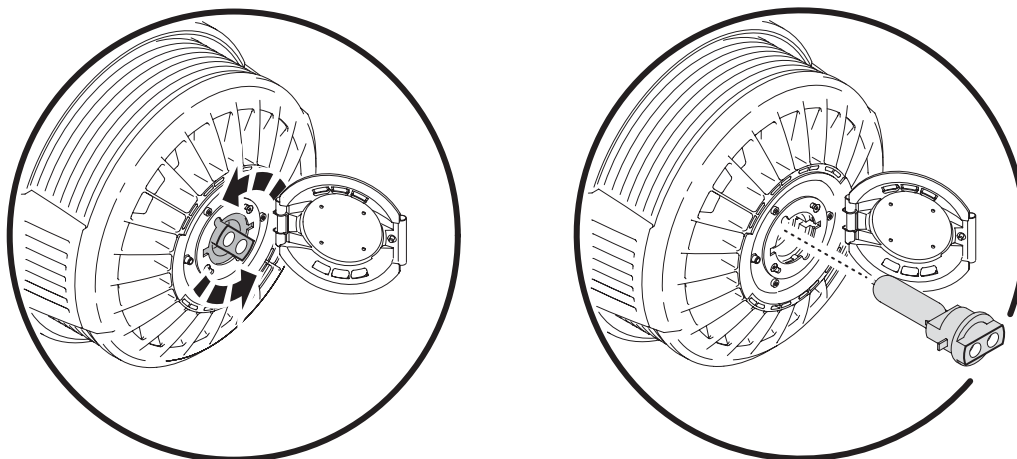

Figura 2: Rimozione e inserimento
4. Afferrare la base in ceramica, girarla di 45° in senso antiorario e sfilare la lampada dall'apparecchiatura come mostrato in Figura 2.